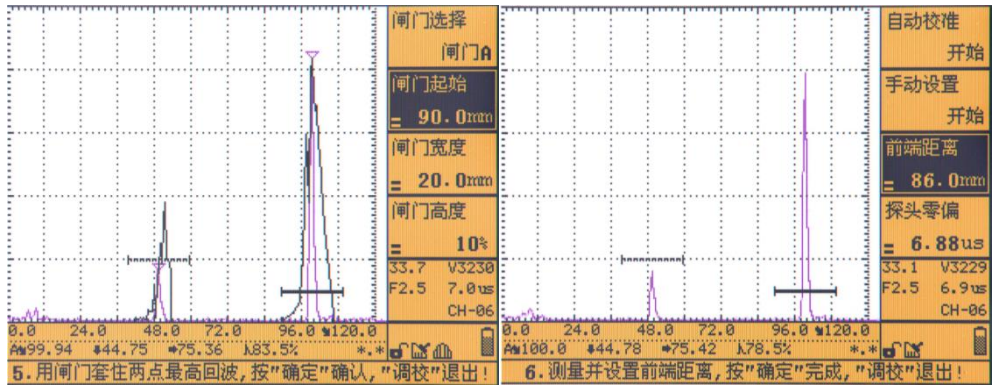

图 6.11 图 6.12
6、按【波峰记忆】快捷键打开“峰值记忆”或“回波包络”功能，如图 6.11 所示，沿 R100 半径方向前后移动探头，使回波最高，保持探头不动，按【自动增益】键，使得第二个回波高度为 80%；单击【确认】键，完成声速和零偏的校准。此时屏幕变为如图 6.12 所示，开始检测前端距离。